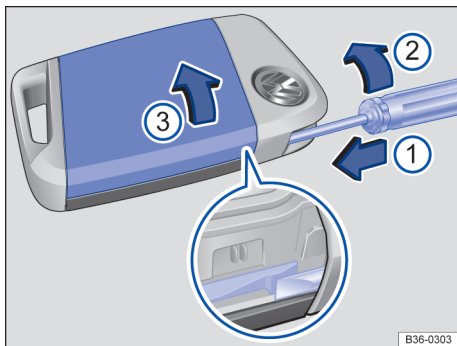
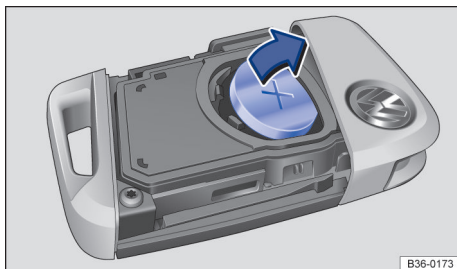

Fig. 68 Chave do veículo: abrir a tampa do compartimento da bateria.
Fig. 69 Chave do veículo: substituir a bateria botão.
Legenda para Fig. 68:
- Inserir uma chave de fenda de lâmina chata aproximadamente 1 cm no sentido da seta na guia externa da chave de emergência na chave do veículo → Fig. 68 ①.
- Girar a chave de fenda no sentido horário, até que a tampa se solte → Fig. 68 ②.
- Empurrar a cobertura no sentido da seta → Fig. 68 ③ e removê-la → ①.
- Elevar a pilha botão do compartimento da pilha → Fig. 69.
- Pressionar novas pilhas botão no compartimento da pilha → ①.
- Pressionar a cobertura sobre a carcaça → Fig. 68 ③.